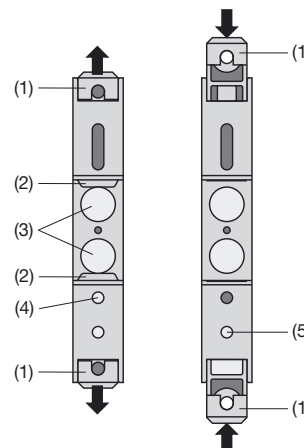

Fig. 6. Fond de l'appareil.
Tirer en dehors les languettes de fixation (1) enfonçant en même temps de bouton de verrouillage (4) (voir Fig. 6 à gauche). Pour rentrer si nécessaire les languettes de fixation, il faut enfoncer le bouton de verrouillage (5) et en même temps glisser les languettes de fixation (1) dans la base du boîtier (voir Fig. 6 à droite).